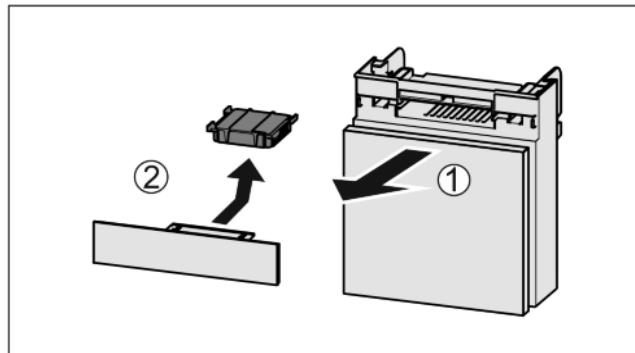

Fig. 35
- ▶ Издъргайте Fig. 35 (1) напред отделението.
- ▶ Извадете Fig. 35 (2) филтъра с активен въглен.